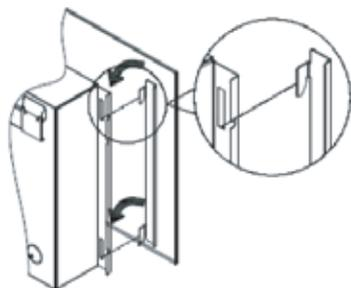

Fig.4
- Coloque el panel de vidrio frontal sobre la parte delantera de la chimenea alineando los ganchos a cada lado del panel de vidrio con las ranuras a cada lado del aparato (Fig. 4).